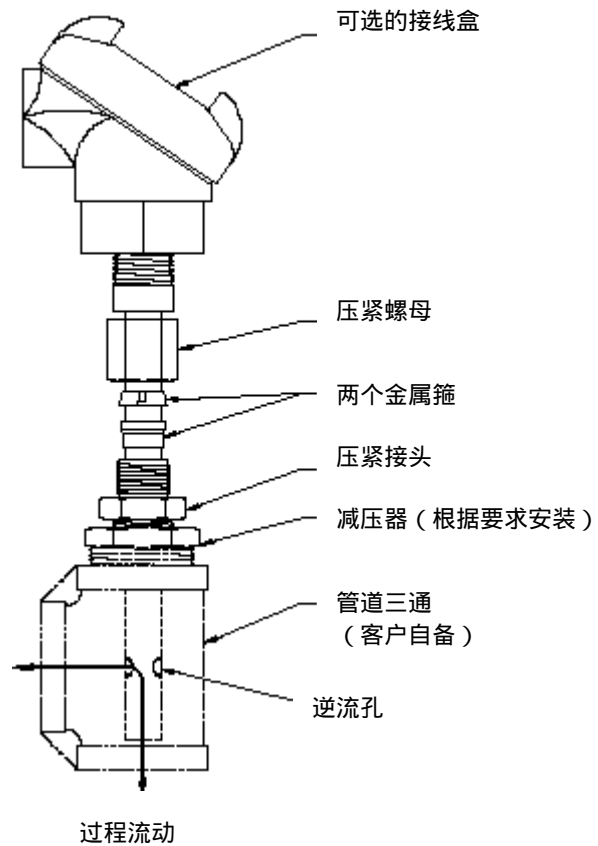

图 2-3 插入式安装的压紧装置部件图
| 图 2-3 | 用于插入式安装的压紧式安装配件 | 5  |
**注意：**正确地将金属箍安到传感器上，如图2-3所示，以获得有效的密封。
**注意：**旋转传感器，将其中一个“逆流孔”对准现有的过程流体通道，如图2-3所示。
**注意：**参考图 2-3 正确地定位金属箍到传感器上，以获得有效的密封。